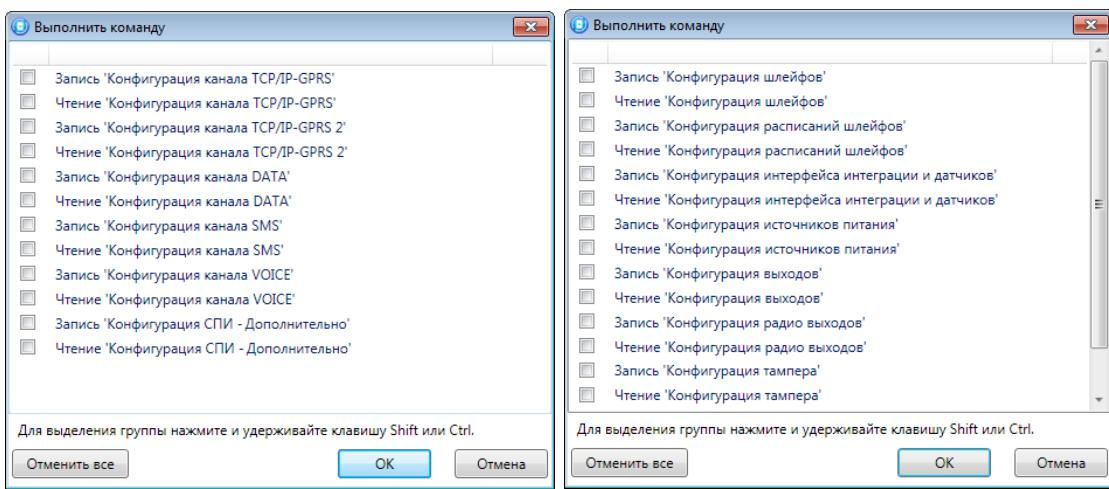

Рис. 6.2. Окно *Выполнить команду* (а — конфигурация СПИ, б — конфигурация ПКП)
- Выполнить команду:* открытие окна *Выполнить команду* (Рис. 6.2), с помощью которого можно записать или считать отдельные группы параметров (актуально при медленной скорости передачи данных или тарификации по объему передачи данных).